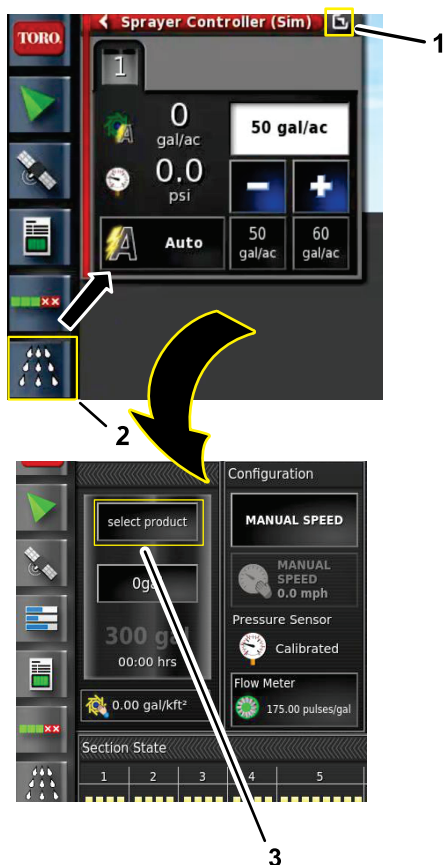

图 115
2. 按打药车控制器图标然后按打药车控制器面板中的“展开视图”图标 图 115。
3. 按产品配置图标图 115。